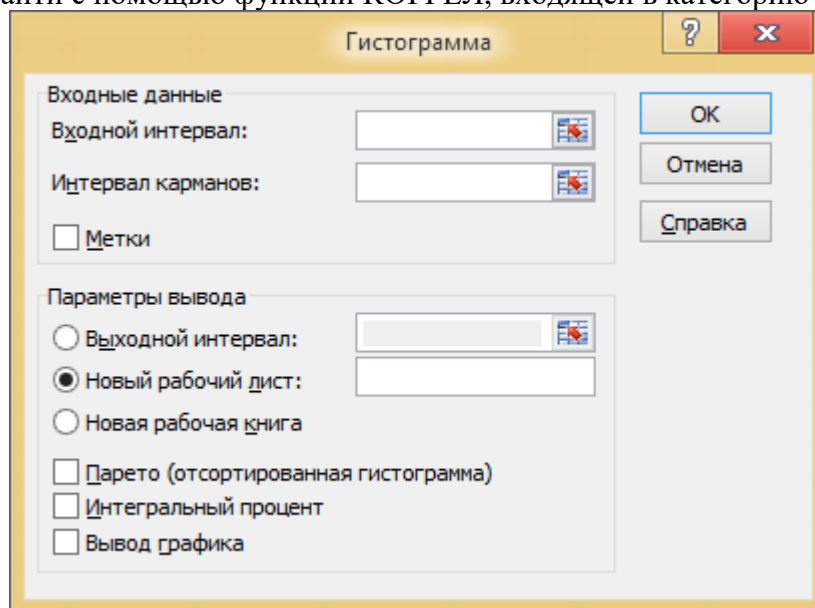

Рисунок 7.2 – Диалоговое окно «Гистограмма»
11. Вычислить эти же частоты с помощью пакета сервисных программ Анализ данных (команда Гистограмма) (рисунок 7.2), где поля Входной интервал и Интервал карманов соответствуют аргументам Массив\_данных и Массив\_карманов функции ЧАСТОТА. Построить гистограмму ЧАСТОТА (ОБЪЕМ РЕАЛИЗАЦИИ). Проанализировать характер поведения графика Интегральный процент.